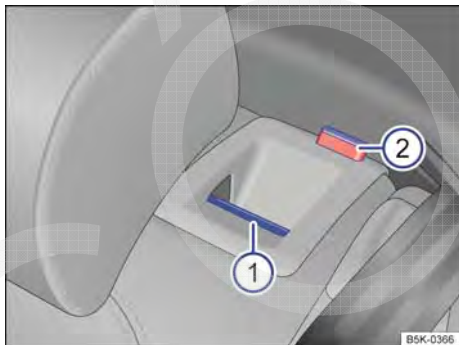

Fig. 80 No encosto do banco traseiro: botão de destravamento ①, marcação vermelha ②.
- Puxar o botão de destravamento → Fig. 80 ① para frente e, ao mesmo tempo, rebater o encosto do banco traseiro para frente.
- O encosto do banco traseiro estará destravado se uma marcação vermelha no botão ② estiver visível.
O encosto do banco traseiro estará destravado se uma marcação vermelha no botão → Fig. 80 ② estiver visível. ▶